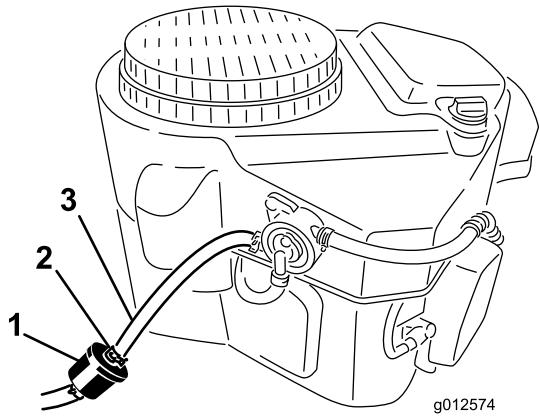

Figure 50
2. Nettoyez la surface autour du bouchon du réservoir de carburant pour éviter que des débris ne tombent à l'intérieur du réservoir (Figure 50).
4. Pincez les extrémités des colliers et faites glisser ceux-ci pour les éloigner du filtre (Figure 50).